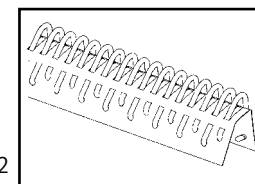

図 2
2. 取付け後に除去 (図 2)。フックサイズ: 30、4-1/2 (以下切捨て)、5、6、7。
- ベルトにラフトップが付いている場合は、測定前にカバーを削り取ります (図 2)。